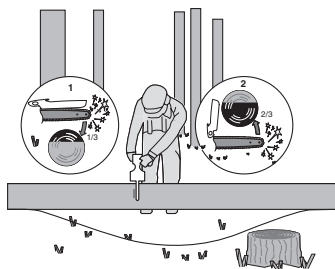

Fig 4
Lorsque le tronc est soutenu par les deux extrémités, comme illustré à la Figure 4, coupez 1/3 du diamètre de la face du dessous (depuis le bas) (1). Ensuite, pratiquez la coupe de finition depuis le bas sur les 2/3 inférieurs (2) pour rejoindre la première coupe.